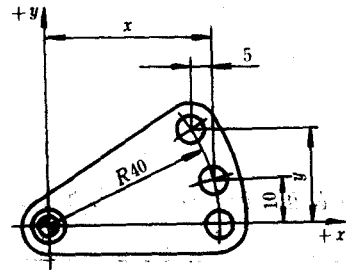

图 1-16 加工扇形孔板
15. 如图 1-16 所示在数控机床上加工扇形孔板,试求图中 x, y 的值。